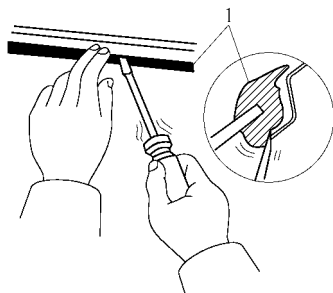

图 17-83 拆下风窗玻璃嵌条
(1) 拆下刮水器臂。
(2) 拆下遮阳板、夹持件和车内后视镜。
(3) 拆下风窗玻璃嵌条。用螺钉旋具从嵌条端部撬开，然后用手拉下，如图 17-83 所示。